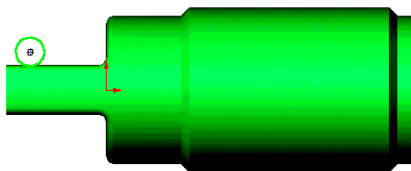

Рис. 2.15
3. Выбрать кромки **Н**, **О** и **П**, вместо которых предполагается выполнить скругления (рис. 2.15).